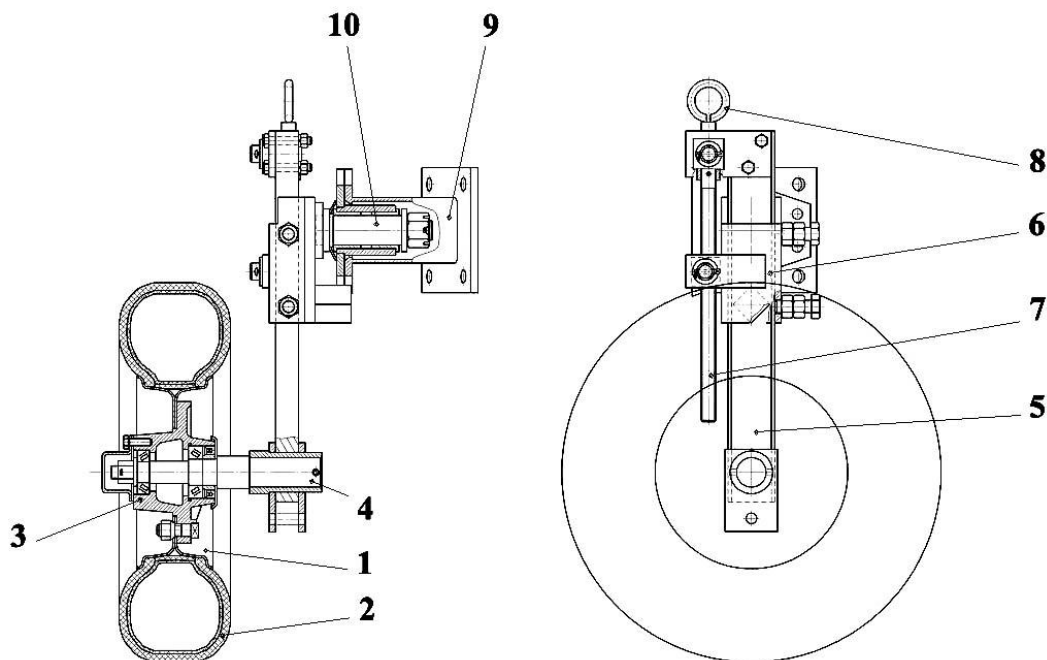

Рисунок 4 – Колесо опорное с механизмом регулировки:
2.7 Колесо опорное служит для установки и поддержания глубины пахоты при работе плуга (рисунок 4). Колесо состоит из обода 1, шины 2, ступицей 3. Ступица смонтирована на полуоси 4 на двух подшипниках, защищенных от попадания пыли резиновой манжетой с колпачком с одной стороны, и крышкой с прокладкой – с другой стороны.
6.2 Глубина пахоты устанавливается регулировочным винтом 7 механизма регулировки (см. рисунок 4).
8.9.1 Глубина пахоты определяется положением колеса относительно опорной плоскости корпусов плуга. Установка колеса на заданную глубину пахоты осуществляется винтом 7, закрепленном на стойке 5 (рисунок 4).